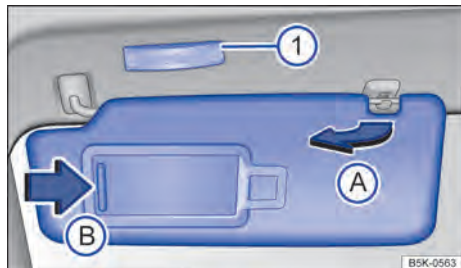

Fig. 79 Parasol.
- Retirar el parasol con cuidado del soporte sujetando la base de fijación y girar en la dirección de las puertas → fig. 79 (A).
En el parasol plegado hacia abajo se encuentra un espejo de cortesía atrás de una cubierta. Al abrir la cubierta → fig. 79 (B) se enciende una luz (1).